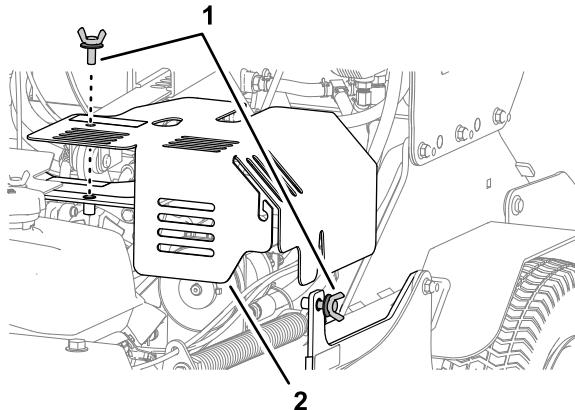

Bild 50
2. Entfernen Sie die obere Rändelschraube, lösen Sie die seitliche Rändelschraube und entfernen Sie den linken Hydraulikfachdeckel (Bild 50).
5. Richten Sie das Loch und den Schlitz im linken Hydraulikfachdeckel an den Stützen der Maschine aus und befestigen Sie den Deckel mit den beiden Rändelschrauben (Bild 50).